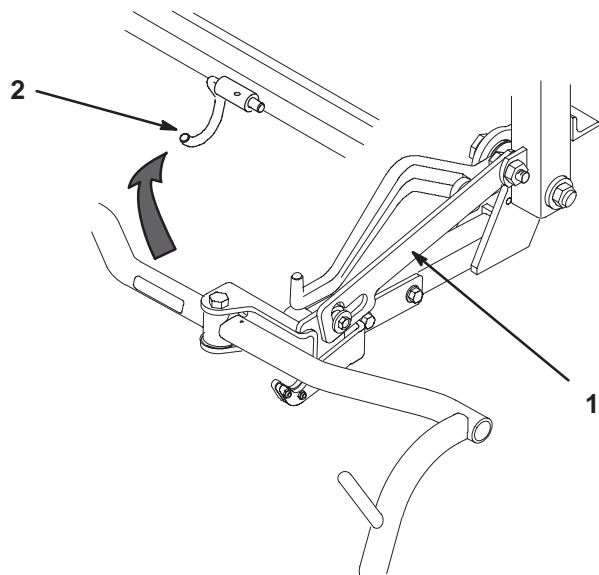

Figure 12
- C. Tirez la biellette fendue vers le haut et tournez le bâti de traction pour l'accrocher au crochet métallique (Fig. 12).